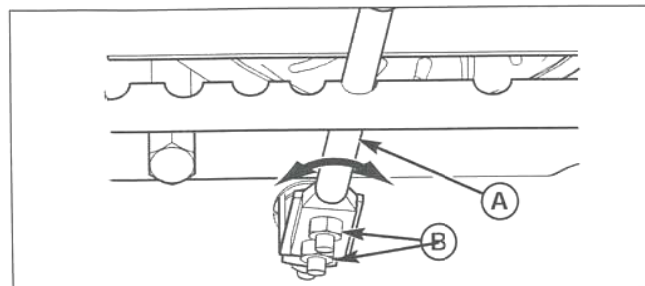

Рис. 23. Регулировка рычага переключения передач
6. Ослабьте болты рычага переключения передач (А, рис. 23), и переведите рычаг в положение минимальной скорости движения вперед.
9. Затяните гайки 1/4-20 (В, рис. 23) с моментом затяжки 6,8 Нм (60 фунтов на дюйм).